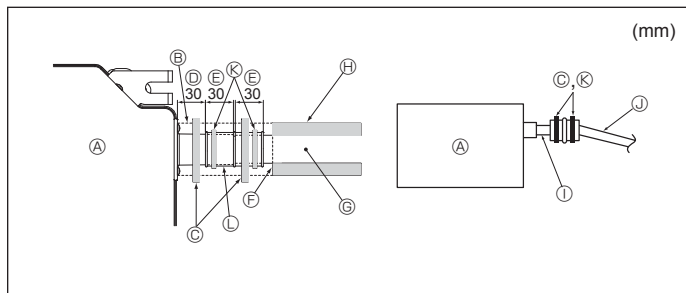

Fig. 3-5
1. Die Ablassmuffe (mit der Anlage geliefert) an den Drainageauslass anschließen. (Fig. 3-5)